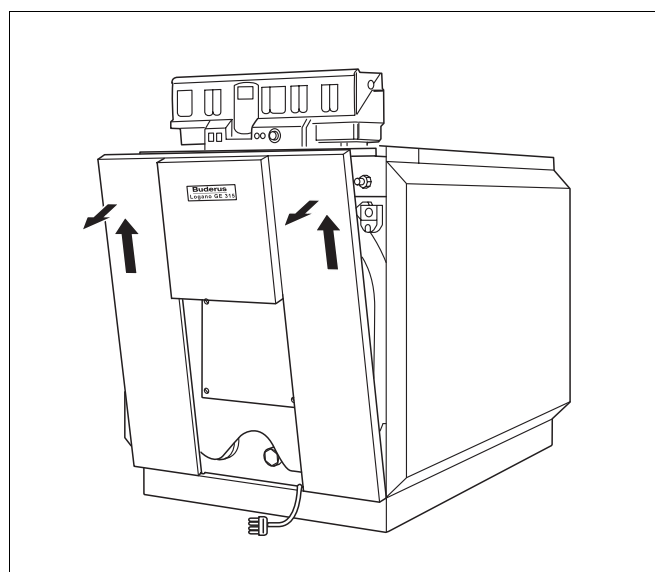

Fig. 50 Se scoate peretele anterior
- Peretele anterior se ridică ușor și se extrage spre față (fig. 50).